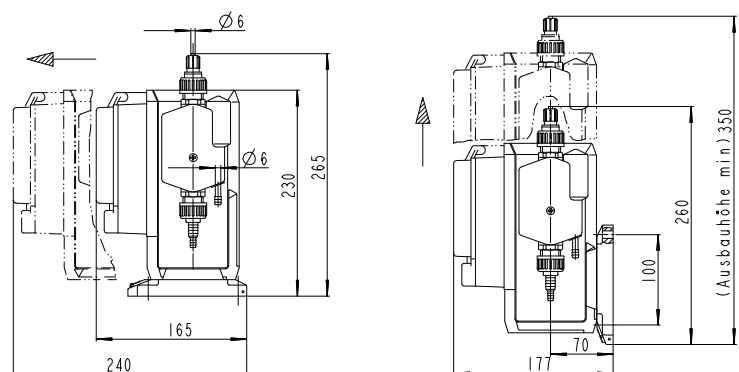

Abb. 4: Maßzeichnung
- Die Pumpe auf dem individuell aufschiebbaaren Pumpenfuß (siehe Abb.4) max. 1,5 m (bei Wirkstoffen mit Dichte 1,0 g/ml) über Behälterboden befestigen, jedoch vorzugsweise so niedrig als möglich (bei Dosieranlagen DM-T 20 – DM-T 100 auf dem Dosierbehälter).